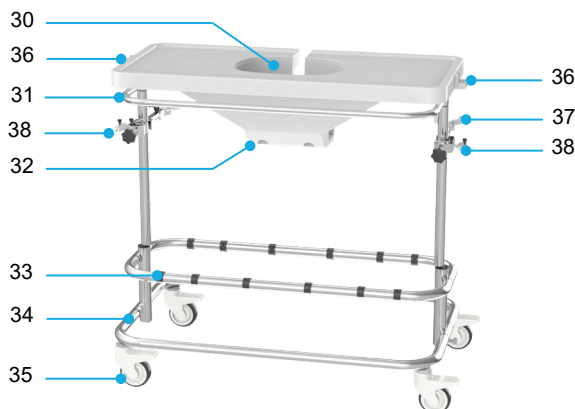
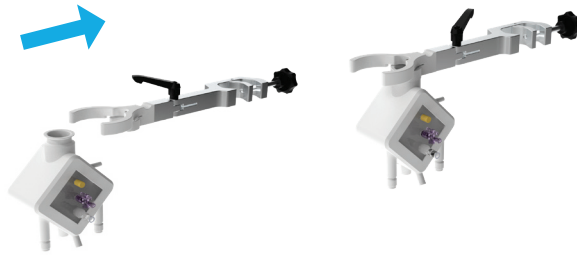

Figura 8 Carrinho
Figura 11 Conexão do oxigenador ao suporte
A unidade térmica e as duas unidades de bombeamento são montadas num carrinho (consulte a Figura 8). O carrinho é equipado com rodízios com freios e barra de condução para permitir o transporte intra-hospitalar.
- Coloque o carrinho na posição correta e aplique os freios nos rodízios (Figura 8, item 35).
- Coloque o reservatório do fígado na cavidade da mesa do Liver Assist (Figura 8, item 1).
- Oriente o tubo azul em direção ao lado portal (PV) e o tubo vermelho em direção ao lado arterial (HA)
- Coloque os sensores de pressão nos suportes em cada lado do tampo da mesa (Figura 8, item 36).
- Coloque os oxigenadores nos suportes do carrinho (Figura 8, item 37) pressionando-os na pinça, consulte a (Figura 11).